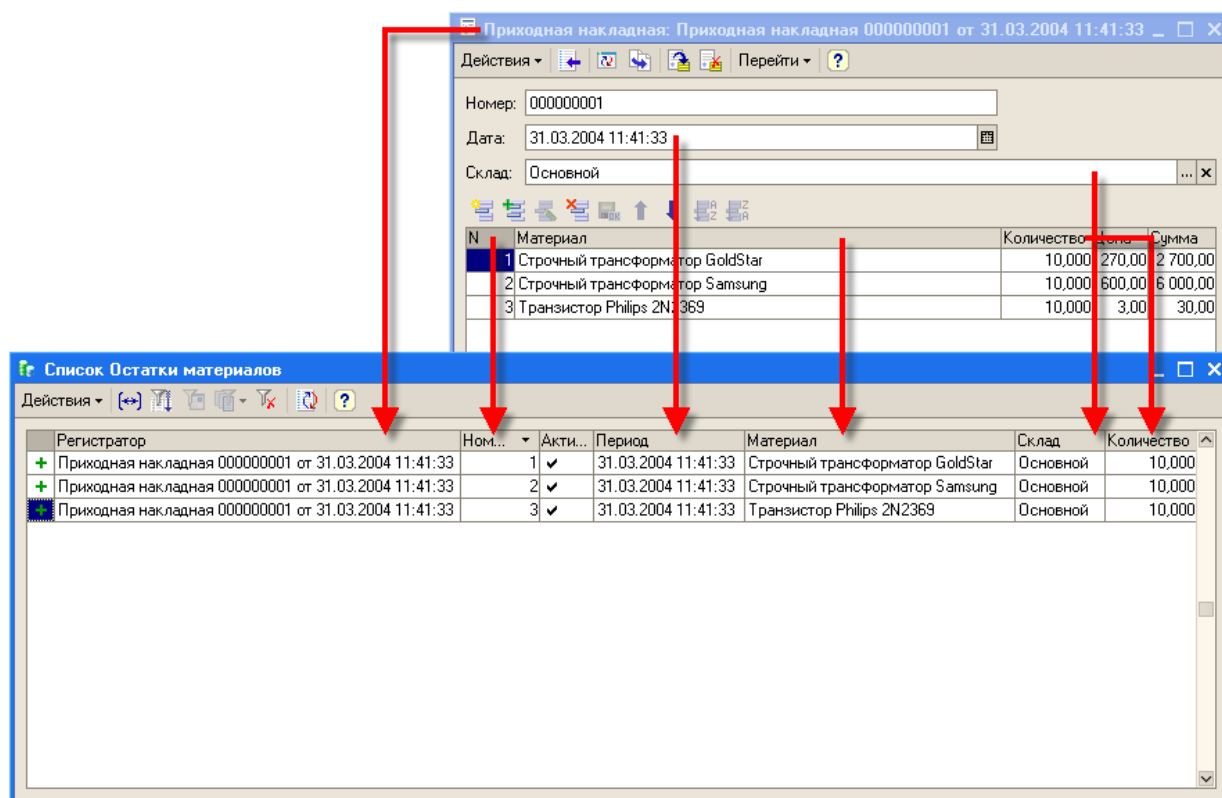

Рис. 6. Взаимодействие документа и регистра
3. Откройте документ Приходная накладная №1 и нажмите ОК. Обратите внимание, что при проведении приходной накладной появляются соответствующие записи в регистрах накопления (рис. 6):